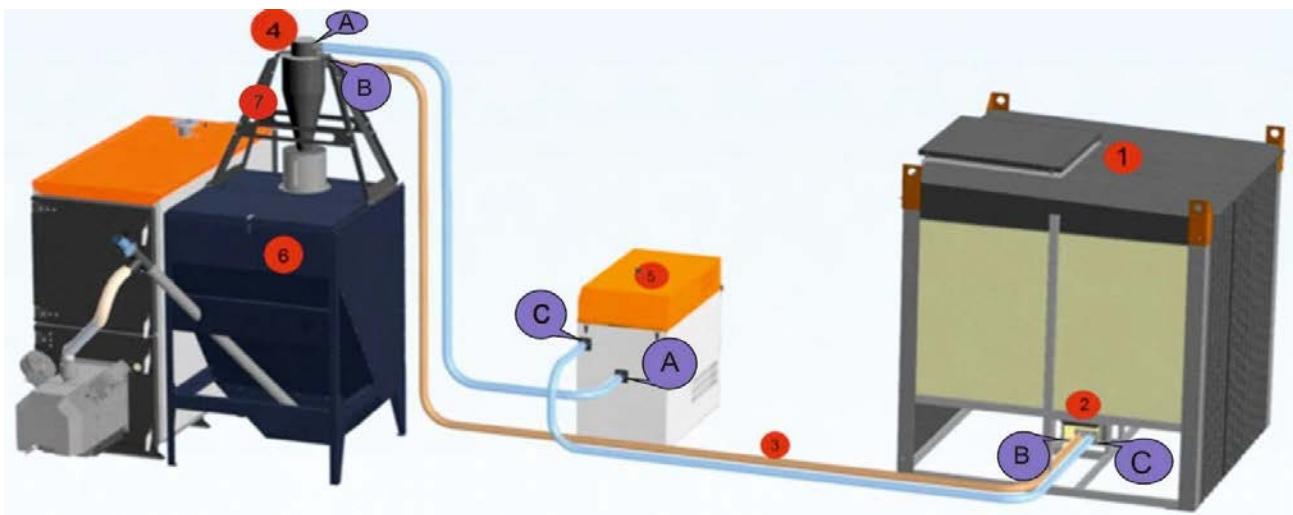

Рис.2. Схема подключения автоматического пневмоподающего устройства
- 4.1 Дозатор (поз.4) устанавливается на топливный(поз.6) бункер котла с монтажной (поз.7) площадкой. Топливоприемник (поз.2) с шибером монтируется на хранилище топлива (при заказе склада топлива вместе с пневмоподачей – устанавливается на заводе-изготовителе). Дозатор (поз.4) и топливоприемник (поз.2) пневмоподающего устройства соединяются 2мя гибкими гофрированными шлангами (поз.3) диаметром 60 мм, длиной 10 метров каждый. В разрыв отводящего шланга дополнительно устанавливается компрессор (поз.5) – шланг делится на две части необходимой длины в зависимости от места расположения компрессора, который располагается около котлового бункера (поз.6). Входы и выходы шлангов подключаются по маркировке (А-А, В-В, С-С) – маркировка входа и выхода одного шланга должна совпадать (рис.2).